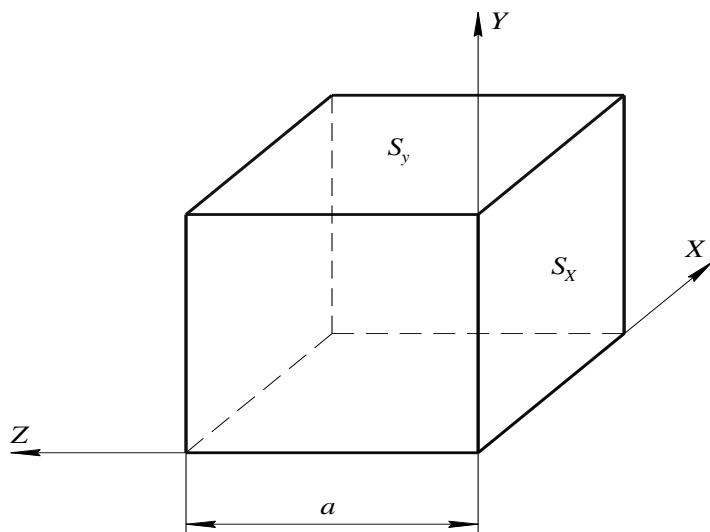

рис. 4
4. Определить среднюю температуру кубика с внутренними источниками тепла плотностью $q = 2000 \text{ Вт}/\text{м}^3$. Охлаждение кубика конвективное и осуществляется по поверхностям S_x и S_y (рис. 4), если известны следующие параметры: длина ребра $a = 0,5 \text{ м}$; коэффициент теплоотдачи поверхности S_x , $\alpha_x = 8 \text{ Вт}/\text{м}^2\text{K}$; коэффициент теплоотдачи поверхности S_y , $\alpha_y = 25 \text{ Вт}/\text{м}^2\text{K}$; коэффициент теплопроводности $\lambda_x = 10 \text{ Вт}/\text{м}\cdot\text{К}$; коэффициент теплопроводности $\lambda_y = 60 \text{ Вт}/\text{м}\cdot\text{К}$;